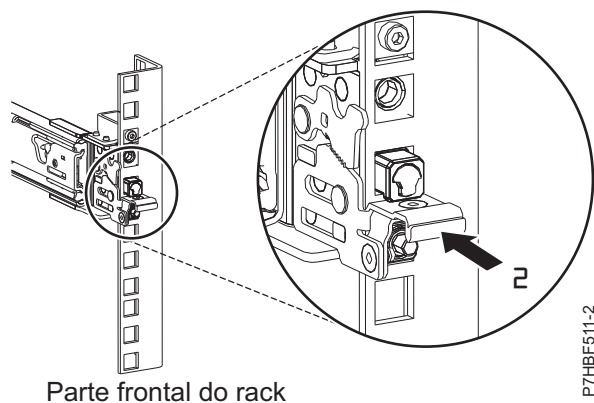

Figura 6. Trava encaixada no trilho frontal do rack
7. Enquanto você puxa o trilho deslizante para a frente, assegure-se de que todos os três pinos apareçam através dos orifícios do rack, em seguida, empurre a trava frontal (2) até o fim. Para obter detalhes, consulte Figura 6.